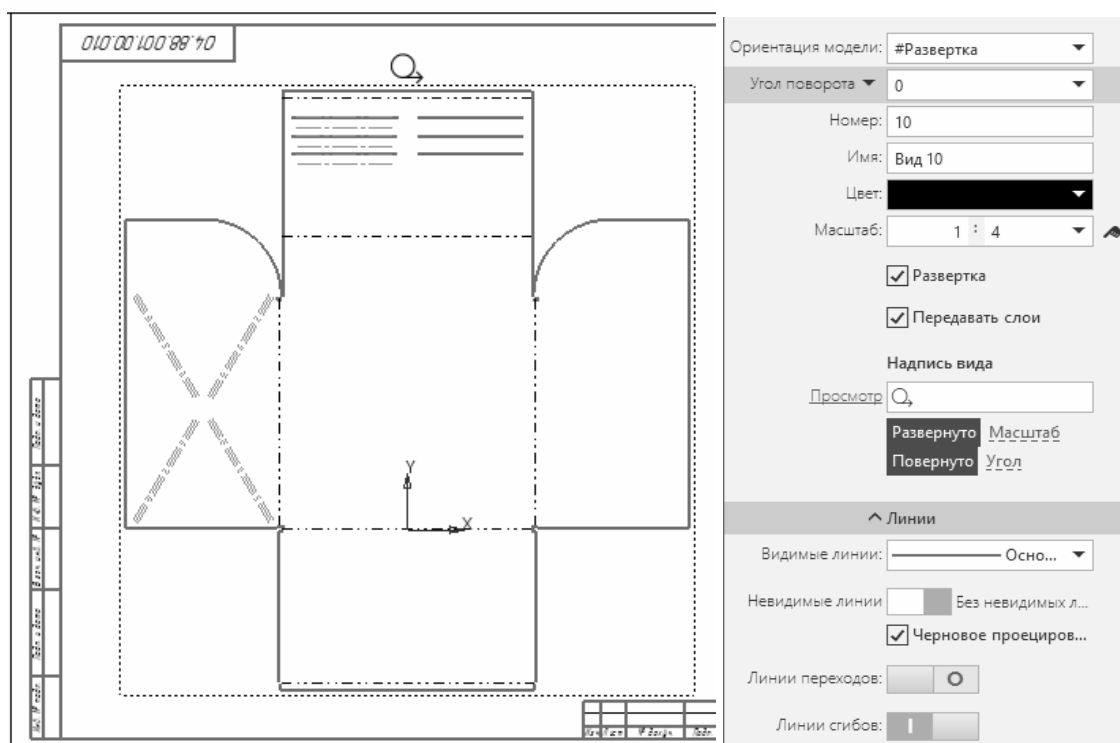

Рис. 10.2. Параметры развертки на втором листе чертежа
3. Для получения развертки создаем дополнительный (второй лист формата A3) и вставляем в него **Новый вид с модели** – выбирая ориентацию модели «**Развертка**», ставим масштаб **1:4**, активируем опцию «**Развертка**», раскрываем секцию «Линии» и включаем отображение линий сгибов. Указываем произвольную точку на экране, чтобы расположить вид (рис. 10.2).